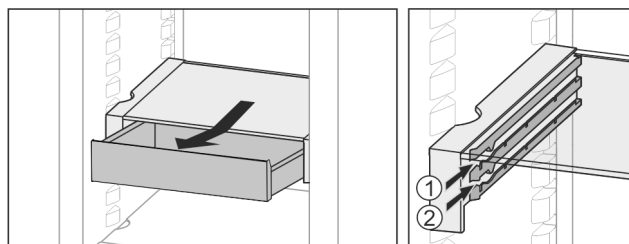

Fig. 28
- Inserire all'altezza desiderata Fig. 28 (1) o Fig. 28 (2).